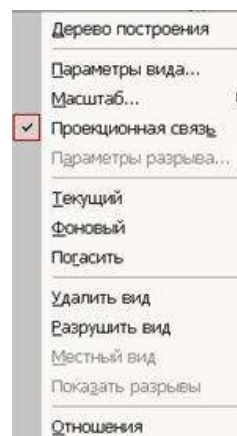

Рис. 32 Контекстное меню редактирования вида
2. Щелкнуть правой клавишей мыши внутри габаритной рамки для вызова контекстного меню (рис.32).
3. С помощью кнопки Местный вид на странице Ассоциативные виды (рис.34) строим местный вид, для которого можно выбрать свой масштаб, например, 2:1 с помощью контекстного меню редактирования вида (рис.32), которое вызывается щелчком правой кнопкой мыши на выделенном виде. При изменении масштаба следует изменить обозначение местного вида: А (2:1).